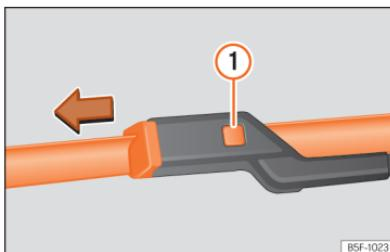

Fig. 189 Substituição das escovas do limpador para-brisas.
- Mantenha pressionado o botão de desbloqueio »» Fig. 189 ① puxando ligeiramente pela escova no sentido da seta.